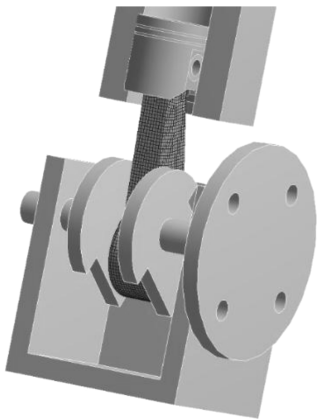
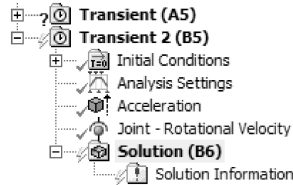

图 5-26 网格划分
图 5-27 施加边界条件
(2) 进入 Mechanical 分析环境：在结构瞬态动力分析上，右键单击【Setup】→【Edit】进入 Mechanical 分析环境。
(3) 转换连杆刚性行为：在导航树上单击【Geometry】并展开，单击【Connecting rod】→【Details of “Connecting rod”】→【Definition】→【Stiffness Behavior】= Flexible，其他默认。
(4) 划分网格：选择【Connecting rod】，单击【Mesh】→【Details of “Mesh”】→【Sizing】→【Relevance Center】= Medium，单击【Mesh】→【Insert】→【Sizing】→【Body Sizing】→【Element Size】= 3mm，单击【Mesh】→【Insert】→【Method】，单击【Automatic Method】→【Details of “Automatic Method” -Method】→【Definition】→【Method】= Hex Dominant，其他均默认；右键单击【Mesh】→【Generate Mesh】，图形区域显示程序生成的六面体单元为主体的网格模型，如图 5-26 所示。
(5) 设置时间步：单击【Transient 2 (B5)】→【Analysis Settings】→【Details of “Analysis Settings”】→【Step Controls】→【Step End Time】= 0.06s，【Auto Time Stepping】= On，【Define By】= Time，【Initial Time Step】= $1e-3$ s，【Minimum Time Step】= $1e-7$ s，【Maximum Time Step】= $5e-2$ s；【Solver Controls】→【Large Deflection】= On，其他默认。
(6) 施加边界：单击【Transient (A5)】，选择【Acceleration】、【Joint - Rotational Velocity】，然后单击右键选择【Copy】，在【Transient 2 (B5)】上单击右键选择【Paste】，结果如图 5-27 所示。
(7) 设置所需结果：在导航树上单击【Solution (B6)】，在求解工具栏中单击【Deformation】→【Total】；【Stress】→【Equivalent Stress】。